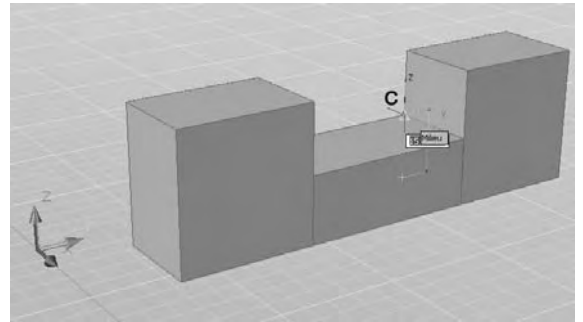

Fig.3.3
- 4 Spécifiez la hauteur : C (fig.3.3).